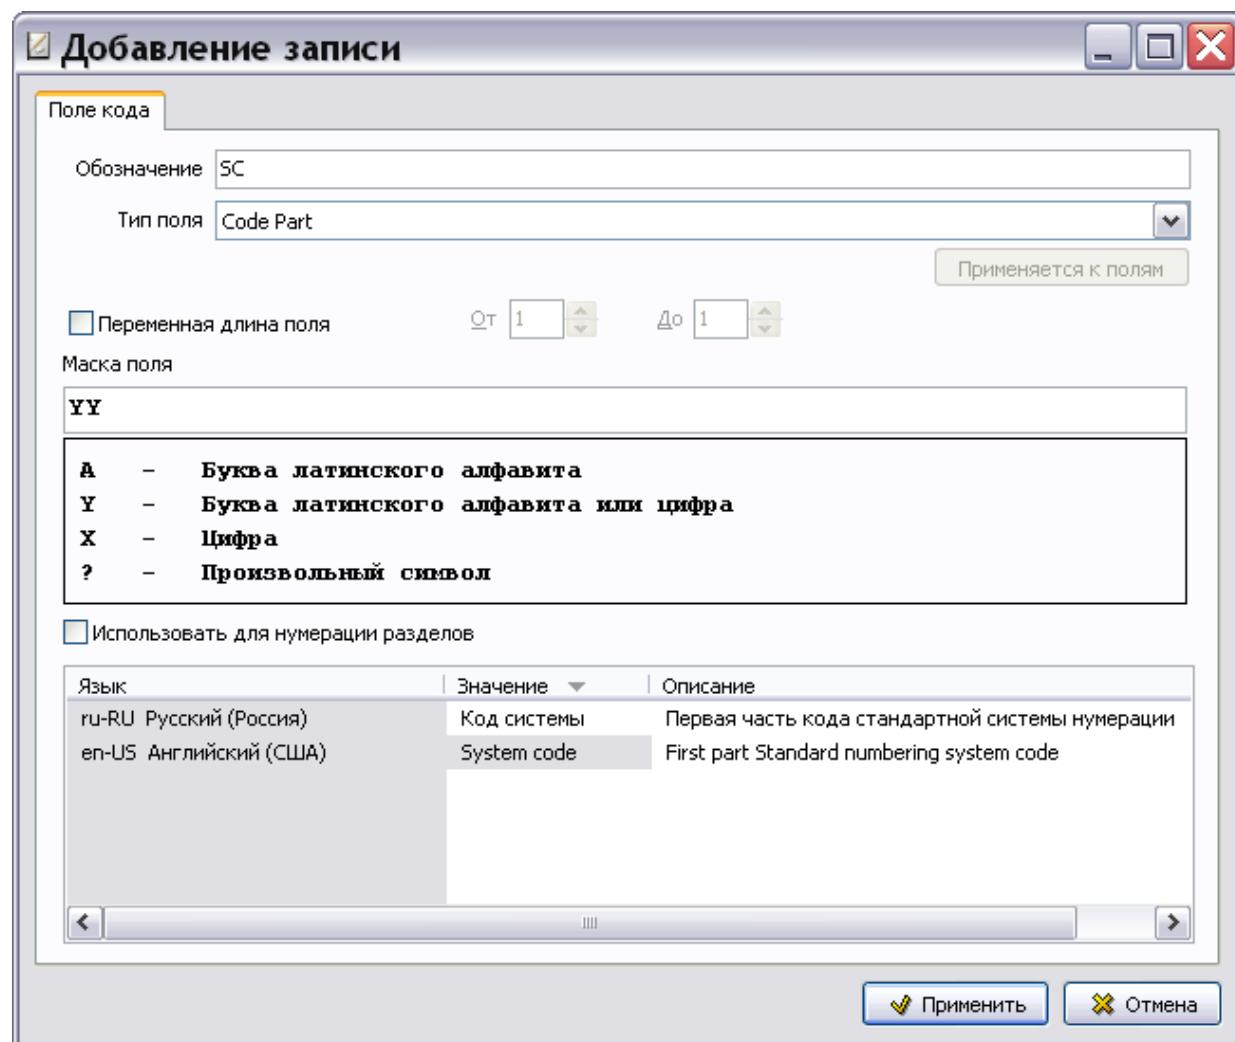

Рис. 2.19
3. Введите обозначение поля кода – «SC» (system code) (Рис. 2.19).
Пример окна **Добавление записи** для поля кода «Код системы» показан на рис. 2.19.